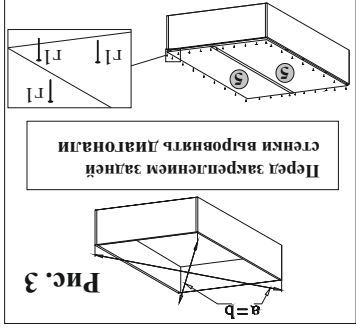

Рис. 3
5.6. Уложить корпус шкафа передней частью вниз на ровную поверхность и выровнять по диагонали. Установить задние стенки **5** на корпусе шкафа, предварительно соединив их при помощи соединительной планки **пс**, закрепить гвоздями **г1** при помощи молотка (рис. 3).